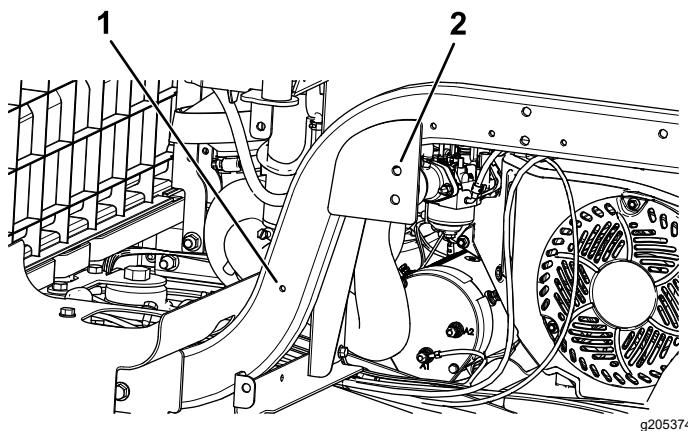

Figura 20
1. Allineate una staffa del ROPS con i 2 fori dietro la base del sedile e il foro verso la parte anteriore della guida del telaio, come illustrato nella Figura 20.
3. Segnate le posizioni dei fori sulla staffa del ROPS (Figura 20).